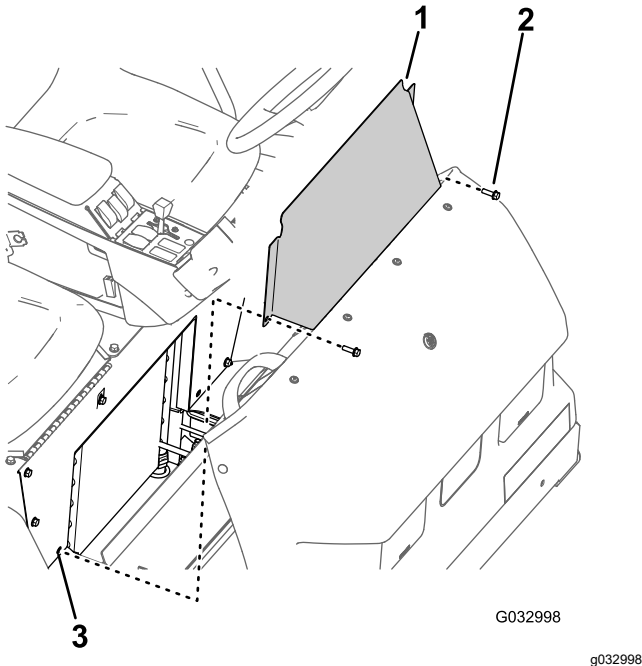

Figura 69
1. Retire os 2 parafusos de cabeça flangeada que fixam o painel de acesso da base do banco à base do banco (Figura 69).
2. Retire o painel de acesso da base do banco da máquina (Figura 69).
1. Alinhe os orifícios no painel de acesso da base do banco com os orifícios na base do banco (Figura 69).
2. Monte o painel de acesso da base do banco com os 2 parafusos de cabeça sextavada (Figura 69) que retirou no passo 1 de Remoção do painel de acesso da base do banco (página 60).